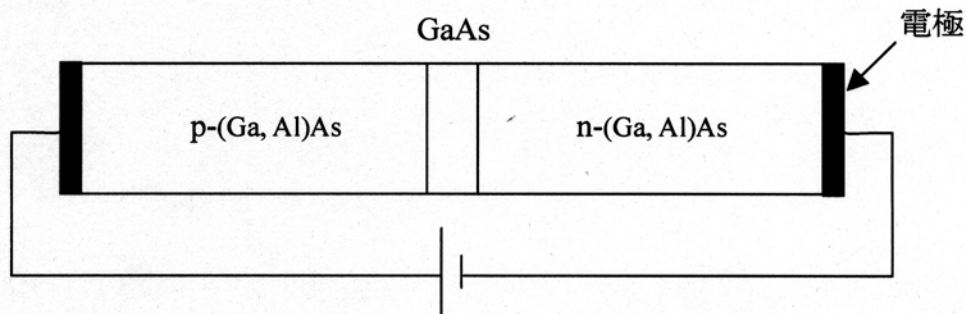

図 3-1
- (d) GaAs のエネルギーギャップは Al を固溶させ、 $(\text{Ga, Al})\text{As}$ とすることにより広がる。図 3-1 のように GaAs の薄い層を p 型の $(\text{Ga, Al})\text{As}$ と n 型の $(\text{Ga, Al})\text{As}$ とではさみ、p 型から n 型に向かって電流を流したときに起こる現象について、エネルギーバンド構造を図示して説明しなさい。